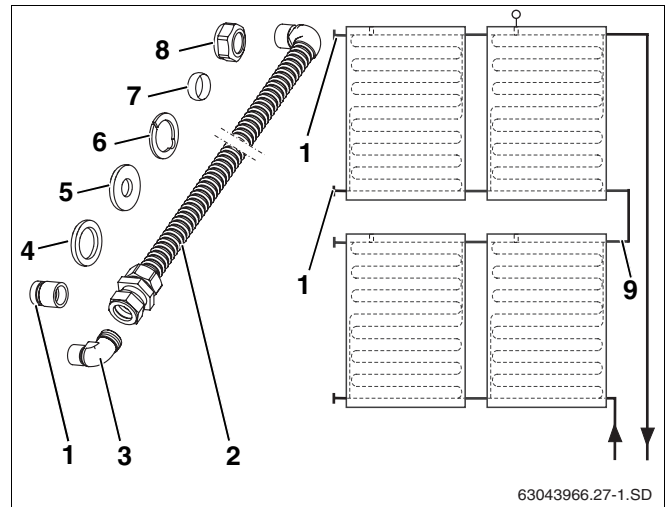

Fig. 59 Representación esquemática y volumen de suministro
El juego de conexión (fig. 59, **pos. 9**) para realizar la unión entre dos filas de colectores puede adquirirse como accesorio.
Volumen de suministro (Fig. 59)
Cierre las conexiones del colector innecesarias (fig. 59, **pos. 1**, véase cap. 6.1.2 "Montaje de las caperuzas de cierre", pág. 29) con las caperuzas de cierre.